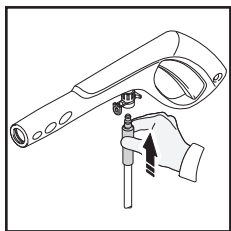

Fig. 5
- Raccordez l’autre extrémité du tuyau au pistolet en insérant le petit bout métallique en cuivre du nettoyeur dans le raccord au dessus du bouton de sécurité. Il s’enclenche en place sur le pistolet (Figure 5). Vérifier que le tuyau est bien fermé sur le pistolet en tirant légèrement sur le tuyau. Le tuyau est maintenant bien attaché au pistolet.